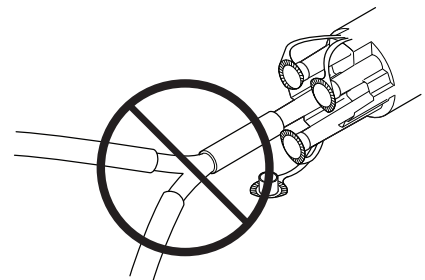

図2 1つのポートにつき1本の吸引ライン
- Y コネクタを使用して2本以上の吸引ラインを各ポートに接続することは決して行わないでください (図2)。指示に従わないと、交差汚染を起し患者に傷害が及ぶことがあります。